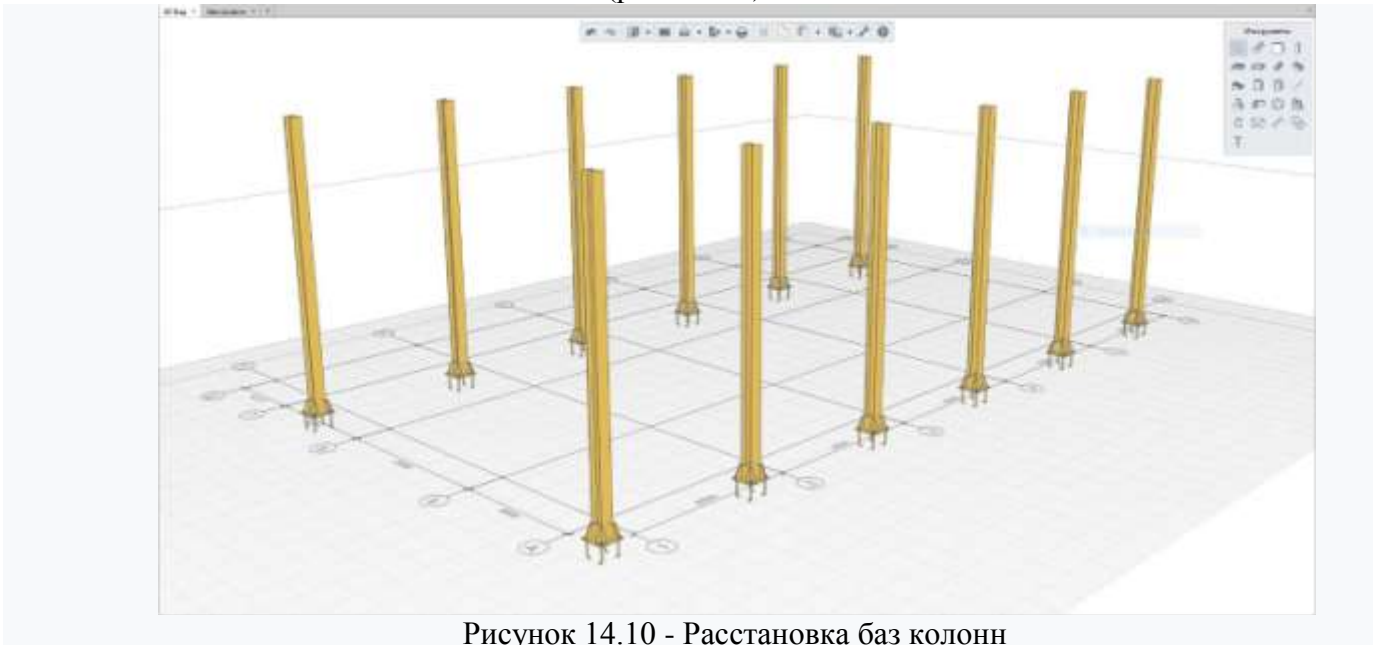

Рисунок 14.10 - Расстановка баз колонн
7. Расставляем баз по колоннам (рис. 14.10).